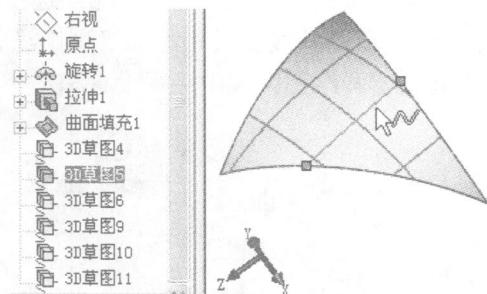

图 1-11 选用生成的 3D 草图
(6) 单击 \square 确定 \checkmark ，单击“重建模型”图标按钮 \square 。可选用生成的 3D 草图，如图 1-11 所示。